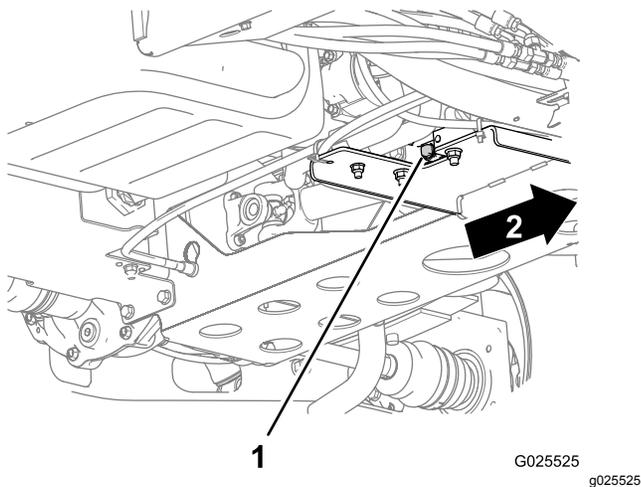

Рисунок 44
2. Поместите сливной поддон большого размера под сливную пробку (Рисунок 44).
3. Снимите сливную пробку и дайте маслу стечь в сливной поддон (Рисунок 44).